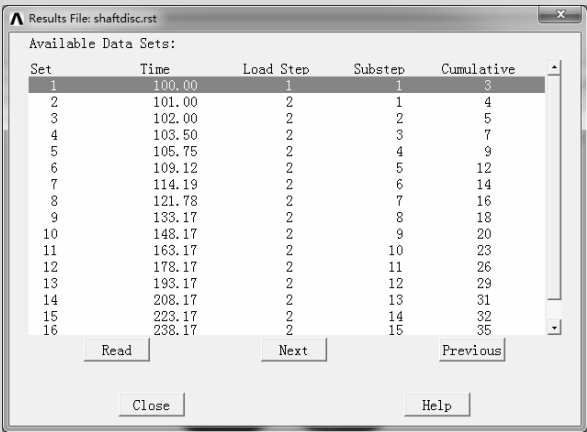

图 5-6 “Results File” 对话框
- ✧ By Pick: 直接选择某一子步的数据进行读取。选择该命令，弹出 “Results File” 对话框，选择所需的子步后，单击 “Read” 按钮即可将该子步的数据读入数据库中，如图 5-6 所示。